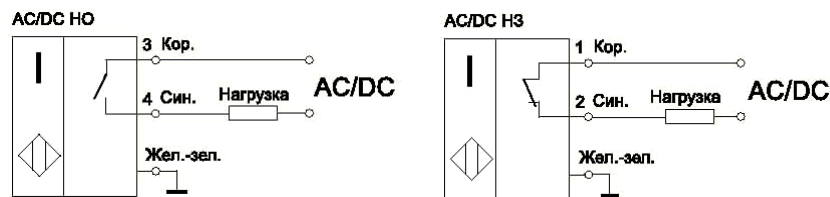

Рис.1. Варианты схем подключения датчиков
3.6 Выключатели включаются в электрическую цепь по 2-х проводной схеме (Рис. 1). Соответствие выводов и схема подключения маркированы на корпусе каждого выключателя.